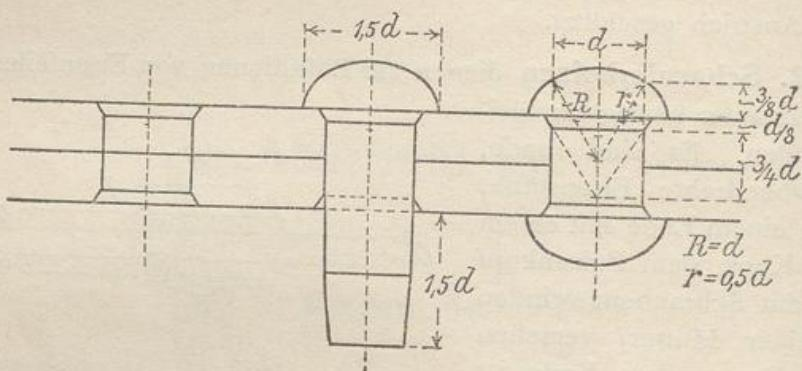

Abb. 131.
4. Niete (Abb. 131) sind glatte Bolzen aus Rundisen mit einem bereits vorgebildeten Kopf, dem Setzkopf. Das andere Ende erhält erst nach dem Durchstecken des Nietbolzens durch das Nietloch den
zweiten Kopf, den Schließkopf. Die Herstellung des Schließkopfes geschieht bei der gewöhnlichen (warmen) Nietung in der Weise, daß gegen den Setzkopf der Nietstempel gesetzt, dann mit dem Hammer das Ende des rotglühenden Nieten gestaucht und mit dem Schellhammer durch Schlagen mit Aufschlaghämmern die richtige Form des Schließkopfes geschlagen wird. In Abb. 131 ist außerdem ein Niet mit versenkten Köpfen dargestellt.